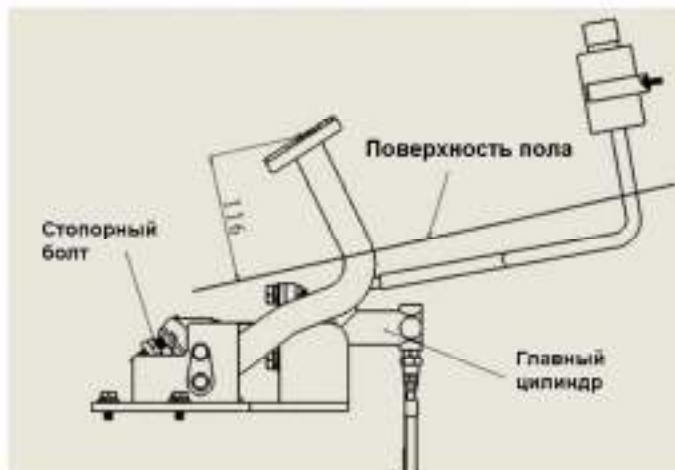

Рис. 6-1. Механизм педали тормоза
- 2) Отрегулируйте высоту педали болтом как показано на рис. 6-1 и затяните стопорную гайку.